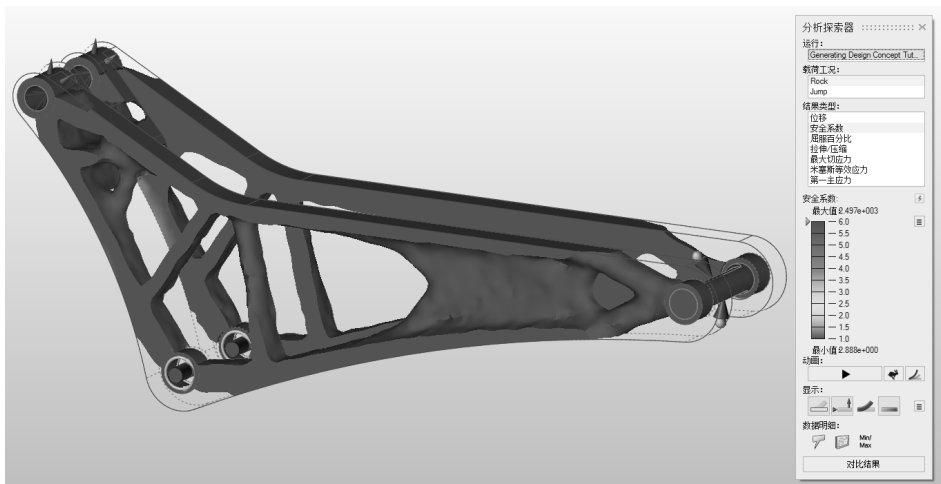

图 10-8
1) Rock 载荷工况下的安全系数结果类型显示在模型视窗中。默认情况下，接近最小安全系数 1.0 的区域显示为红色，表示该部件最有可能失效。如果模型整体显示为蓝色，则表示该部件在此种载荷工况下没有失效的危险，如图 10-8 所示。